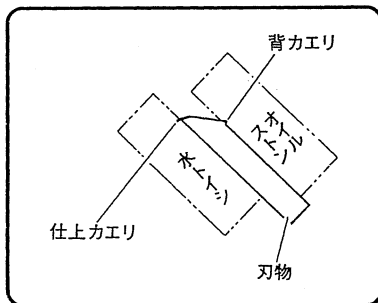

図 21
- (8) 背カエリは別売のオイルストーンで仕上カエリは別売の水トイシでとってください。（図21）